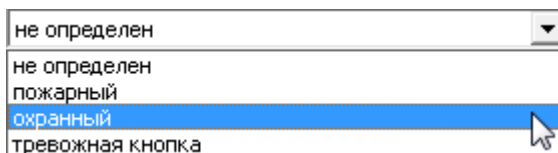

Рисунок 164
**Тип зоны** – указывается, к какому типу относится описываемая зона, выбирается из списка (Рисунок 164).